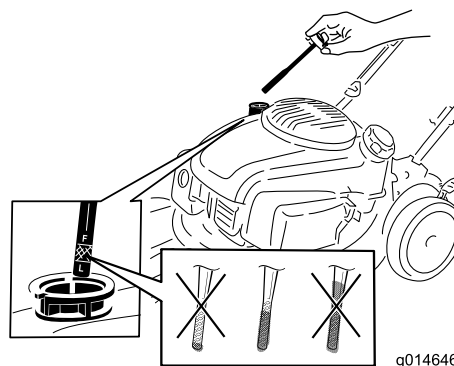

Figura 8
1. Retire la varilla, límpiela con un trapo, vuelva a colocarla en el tubo de llenado, **pero no la enrosque** (Figura 8).
2. Retire la varilla y compruebe el nivel de aceite (Figura 8). Si el nivel de aceite está por debajo de la marca Añadir de la varilla, vierta aceite **lentamente** por el tubo de llenado hasta que el nivel llegue a la marca de Lleno de la varilla. **No llene demasiado.** (Capacidad máxima: 0.65 L, tipo: aceite detergente 10W-30 o SAE 30, con clasificación de servicio API, SJ, o superior.)